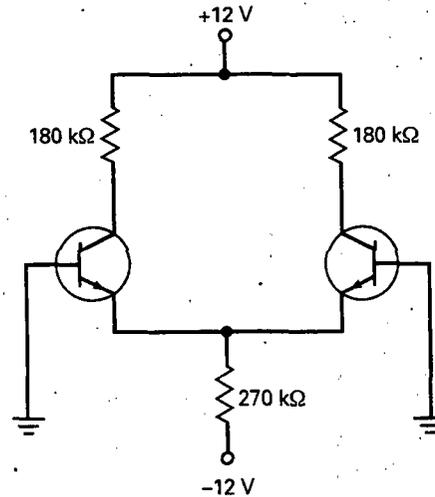

Figura 17-33
- 17-1. ¿Cuáles son las corrientes y tensiones ideales en la Figura 17-33?